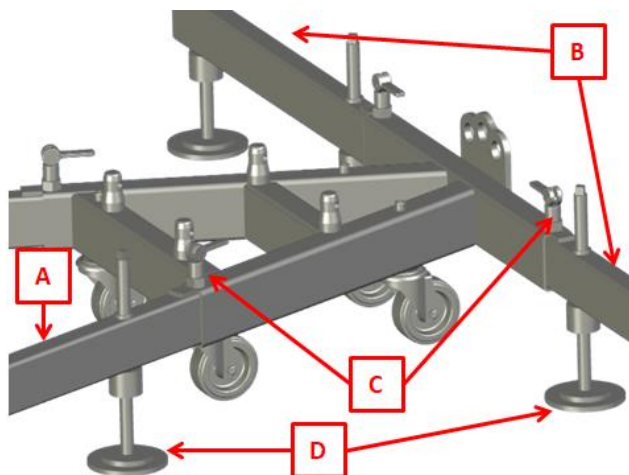

fig.2
b) Verrouiller les pattes (Rep. A et B) au châssis (Rep. M) à l'aide des loquets de verrouillage (Rep. C), (fig.2)